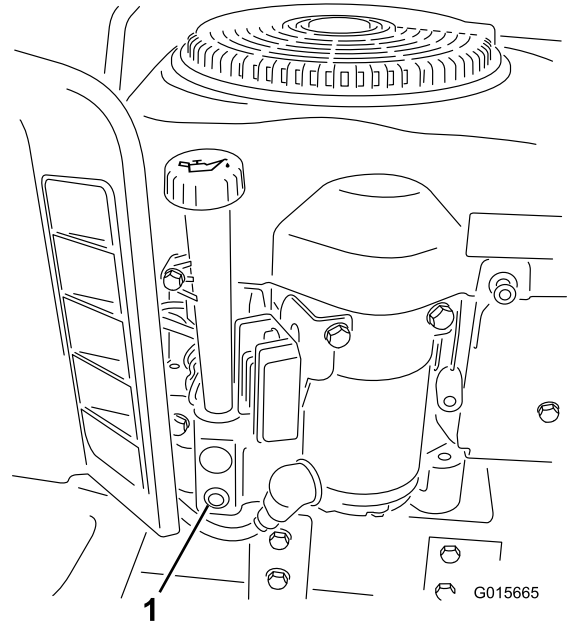

Figure 18
6. Placez un bac de vidange sous le bouchon de vidange d'huile et ouvrez celui-ci en tournant l'écrou d'extrémité dans le sens antihoraire (Figure 18).
9. Versez lentement environ 80 % de la quantité d'huile spécifiée dans le trou de remplissage (Figure 18). Contrôlez le niveau d'huile (voir le point 4 de la rubrique Contrôle du niveau d'huile).